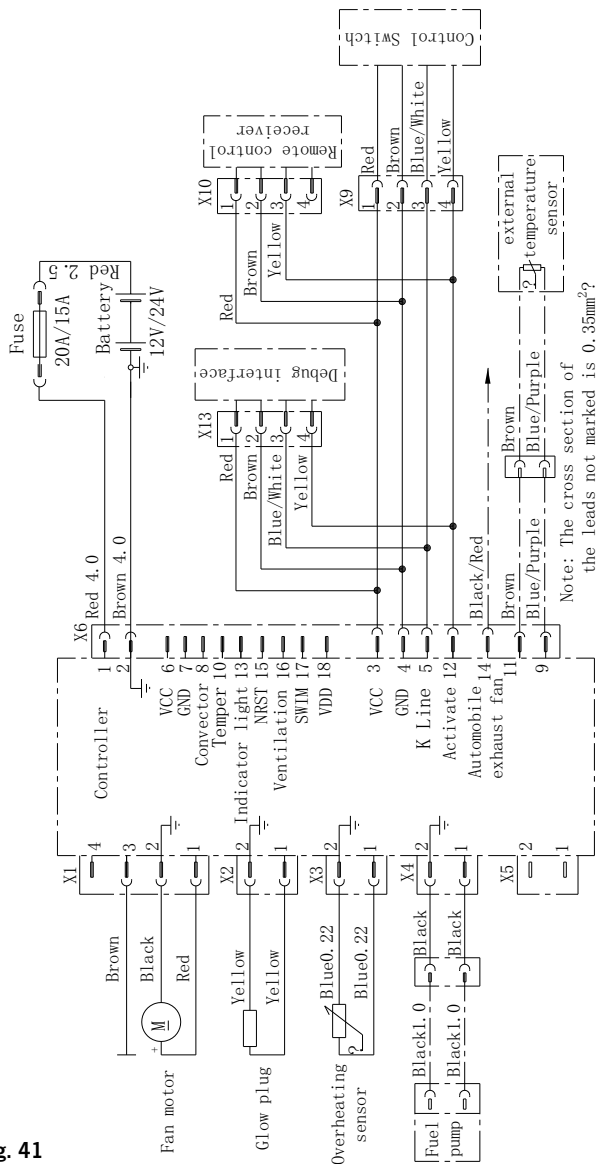
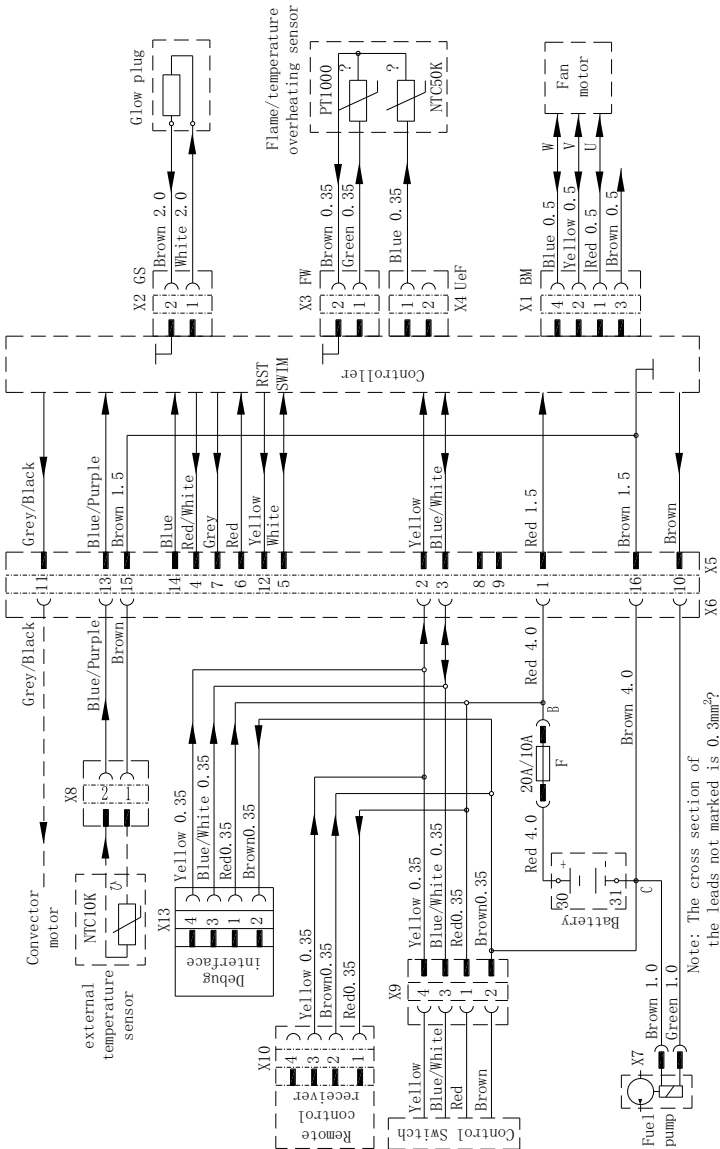

Fig. 41
Fig. 42
- Los esquemas de conexión eléctrica de los calefactores se encuentran en la fig. 41, pág. 52 y en la fig. 42, pág. 53.